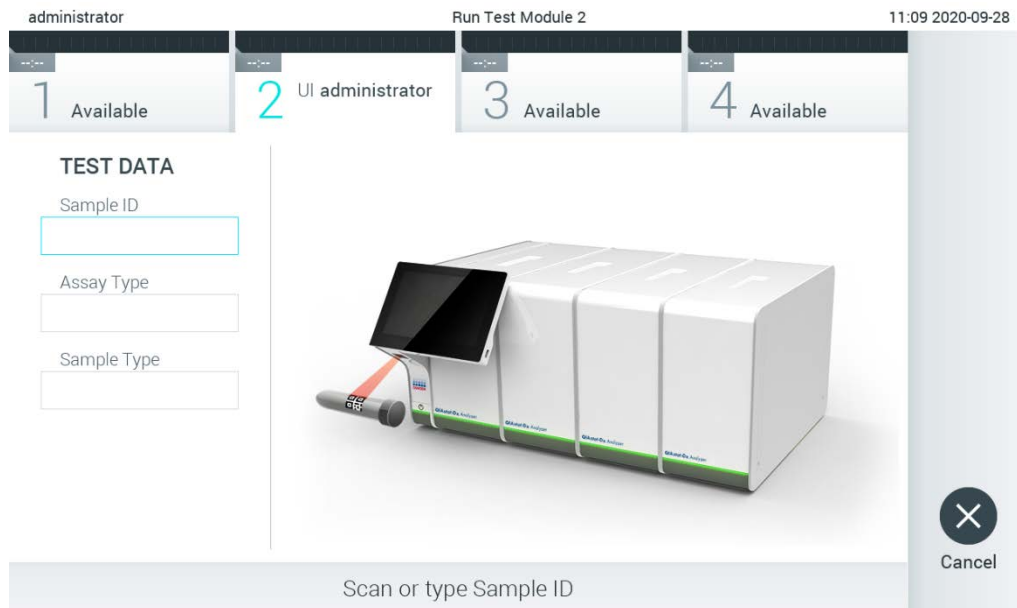

Figura 75. Scanarea codului de bare cu ID-ul probei.
2. Atunci când vi se solicită acest lucru, scanați codul de bare pentru ID-ul probei, folosind cititorul de coduri de bare integrat în modulul operațional (Figura 75).